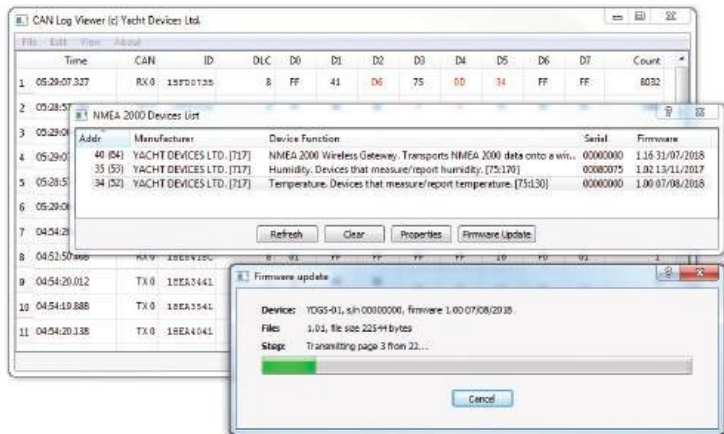

Рисунок 1. Обновление прошивки датчика выхлопных газов
2. Нажмите кнопку «Обновить» (см. рисунок 1 на следующей странице) в открывшемся окне и дождитесь, пока устройство появится в списке.